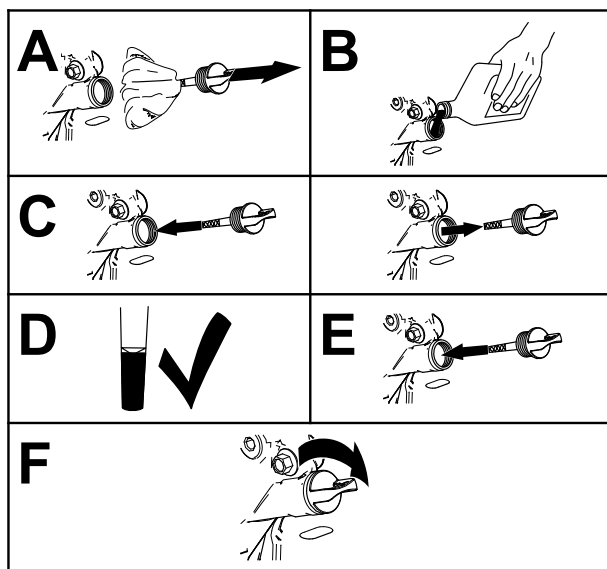

Figure 36
- Versez lentement environ 80 % de l'huile spécifiée dans le tube de remplissage, puis faites l'appoint lentement pour faire monter le niveau jusqu'au repère maximum (Full) (Figure 36).